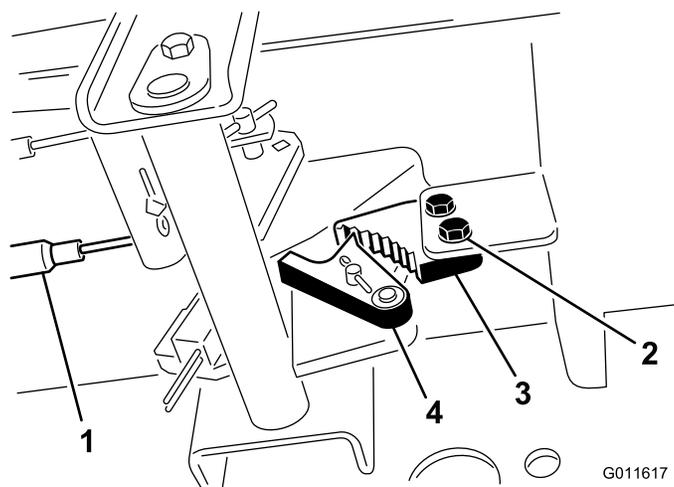

Figura 36
1. Allentate le due viti che fissano il nottolino del freno di stazionamento al telaio (Figura 36).
2. Premete in avanti il pedale del freno di stazionamento finché il fermo non s'innesta completamente nel nottolino del freno (Figura 36).